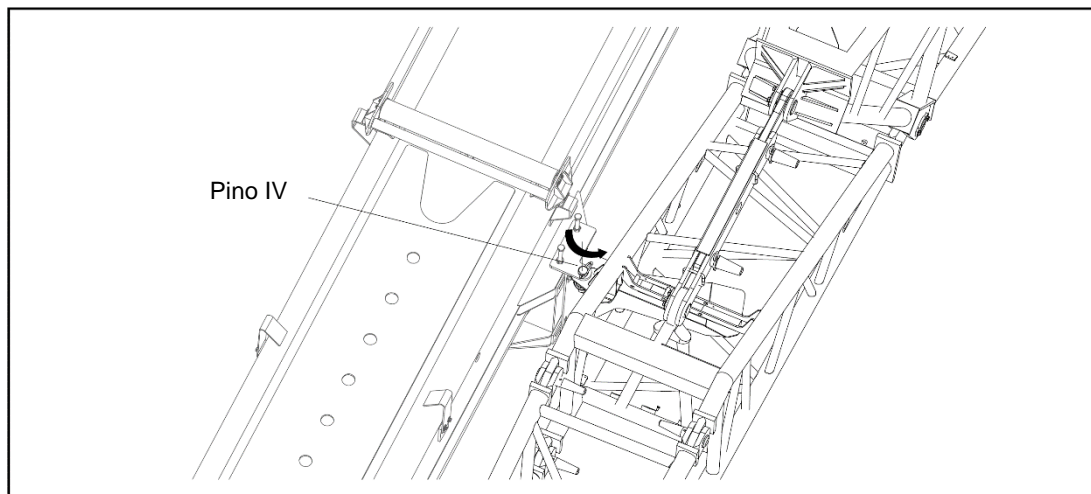

Figura 5-6 Separe a frente do braço da lança principal
- e) Separa da frente do braço da lança principal (pivôs do braço no pino IV). Consulte a figura 5-6.